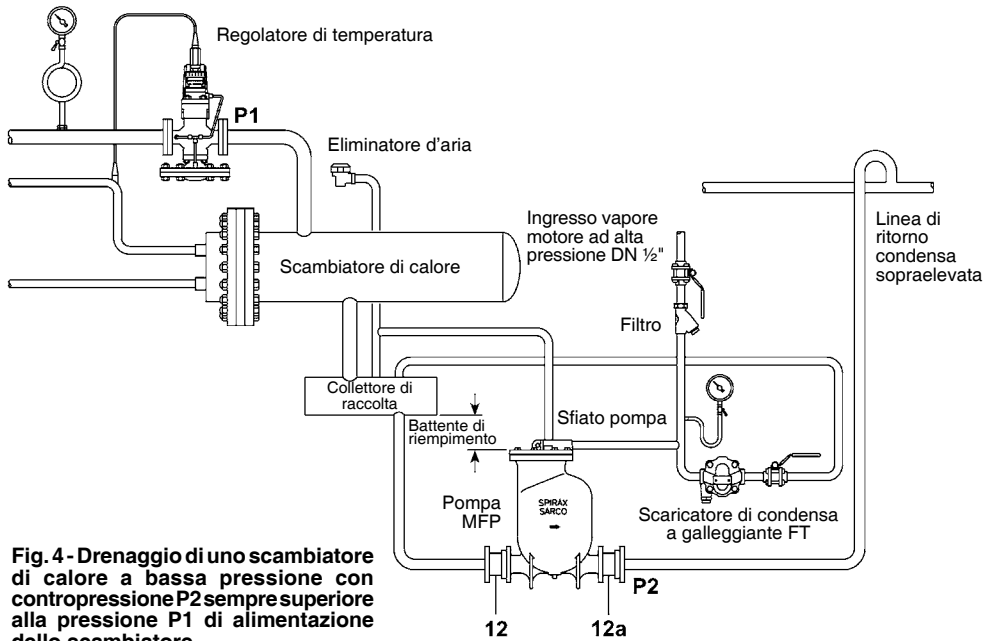

Fig. 4 - Drenaggio di uno scambiatore di calore a bassa pressione con contropressione P2 sempre superiore alla pressione P1 di alimentazione dello scambiatore.
2. Il collettore di raccolta deve essere installato su un piano orizzontale e sfiato sopra la pompa come indicato in Fig. 4, per evitare l'allagamento dell'impianto durante la fase di scarico.